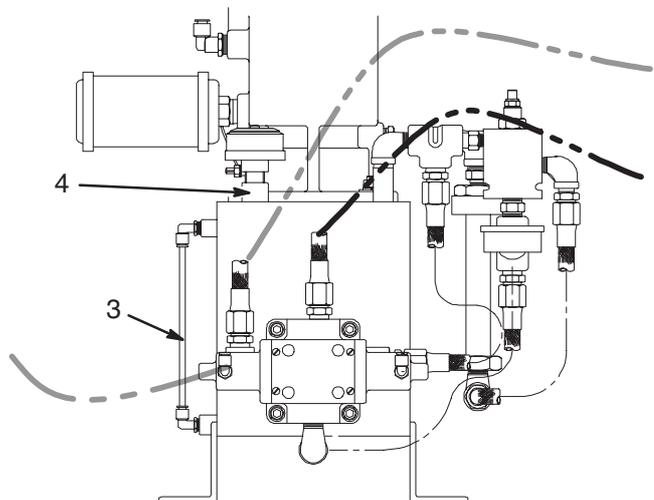

Abb. 9
Den Füllstand der Hydraulikflüssigkeit im Zufuhrgerät überprüfen (Abb. 9). Der Pegel sollte etwa 51–102 mm unterhalb der Pegelanzeige (3) liegen. Bei Bedarf Hydraulikflüssigkeit durch das Entlüftungsloch (4) nachfüllen (Graco Teile-Nr. 169236).